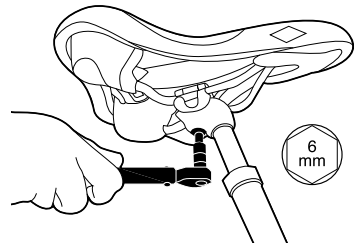

Abb. 8. Anziehen/Lösen der Klemmschraube
1. Lösen Sie mit einem 6-mm-Inbusschlüssel die Schraube, mit der der Sattel an der Sattelstütze befestigt ist, bis der Sattel einfach bewegt werden kann, siehe *Abb. 8*.